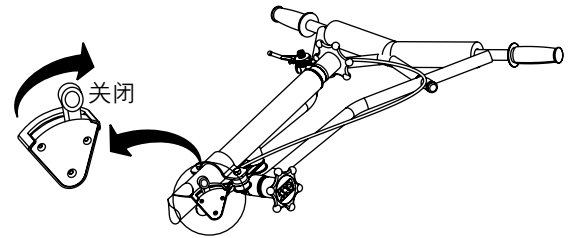

图25. 测试安全切断开关
1. 当发动机怠速时，将安全切断开关置于“**关**”位置（图25）。确定发动机已关闭。如果发动机继续运转，更换离心式安全切断开关。